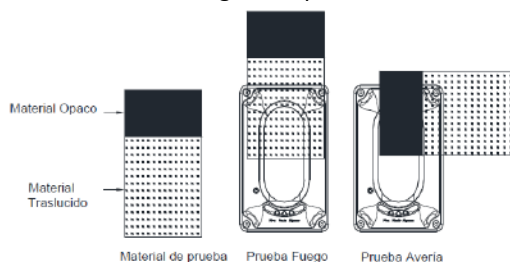

Figura 13: Prueba
- Usando el material suministrados, cubra la mitad de la barrera usando la parte opaca del material. Inmediatamente después se encenderá el LED amarillo, lo que indica la señal de Avería. [El relé de alarma de Avería GZ1 y GZ2] se enclavará para cerrar normalmente]. Consulte la Figura 13.